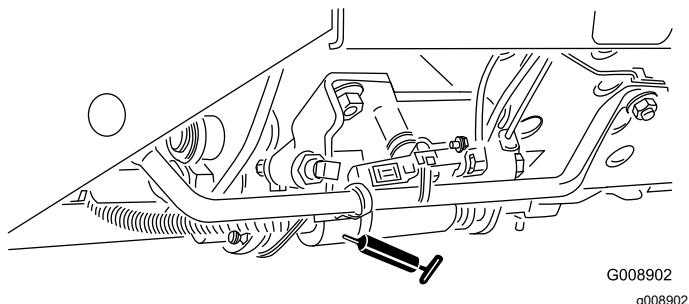

Figura 50
- Slitta di tosatura/trasporto (Figura 50)